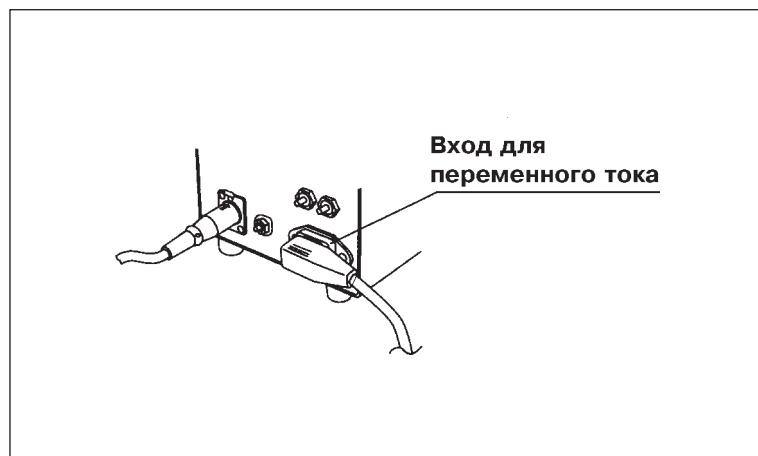

Рис.3.10
2. Вставьте до упора коннектор Сетевого Электрошнтура в гнездо входа для переменного тока на задней панели ПРИБОРА ДЛЯ ТЕРМОКОАГУЛЯЦИИ (См. рис. 3.10)